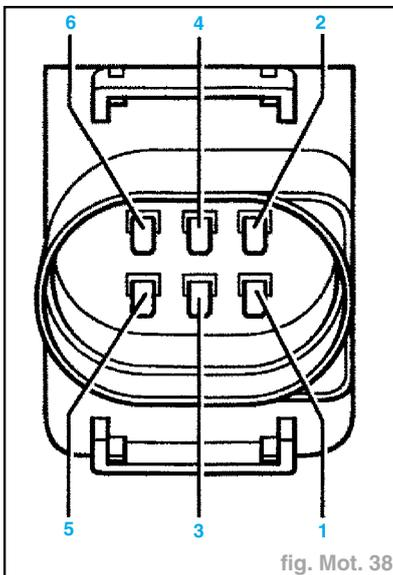

fig. Mot. 38
- Contrôler le contacteur de ralenti du transmetteur pour position de pédale d'accélérateur (fig. Mot. 38).
- Mesurer la résistance du transmetteur entre les contacts 1 + 3 de la fiche (fig. Mot. 38).